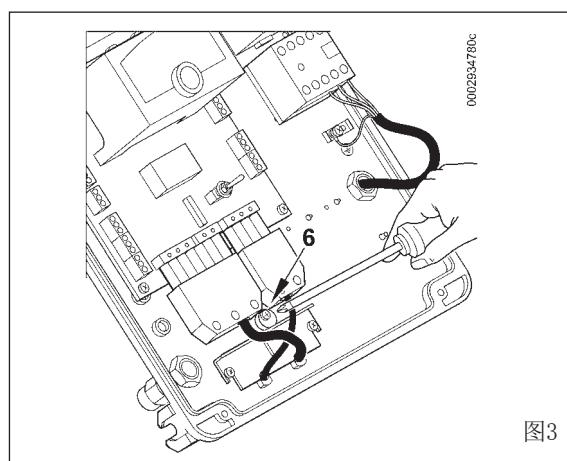

图3
- 将电缆压板放回原位（见图3）。旋转凸轮（6）使压板压紧两根电缆，然后拧紧固定压板的螺丝。然后连接7孔插头和4孔插头。